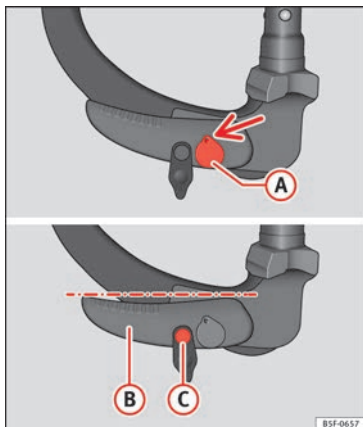

Fig. 225 Position de réserve : position du levier et de la broche de déverrouillage
- La clé (A) » fig. 225 se trouve en position de déverrouillage (la partie trouée de la clé est visible vers le haut).
- Le levier (B) » fig. 225 se trouve en position inférieure.
- Il est possible de déplacer la broche de déverrouillage (C) » fig. 225.